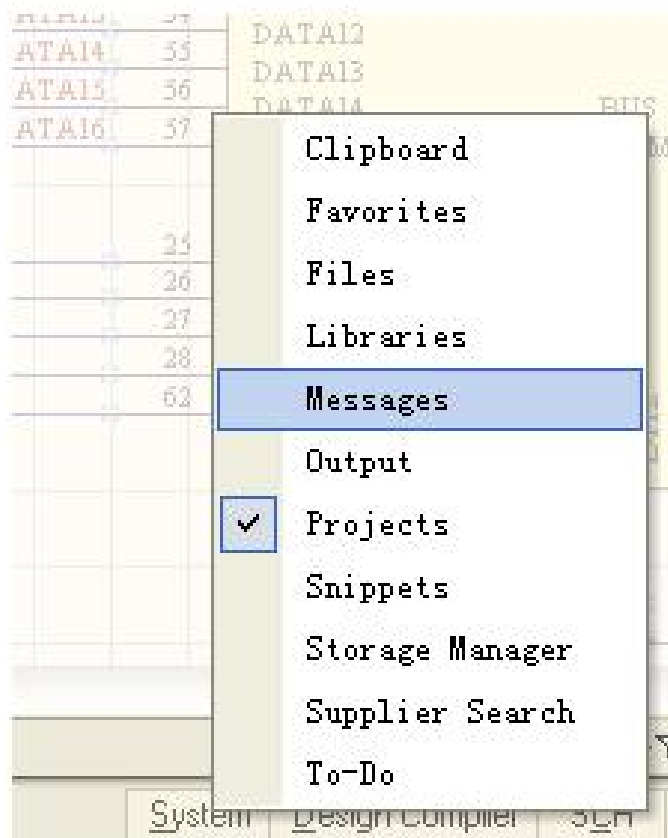

图 3-87 打开 Messages 信息面板
- 1) 由于在上步操作中**Messages**信息面板被关闭，故采用单击工作窗口右下角的**System**系统标签，在弹出的菜单中单击**Messages**信息命令，如图3-87所示。打开**Messages**信息面板后，分析**Error**错误提示：**Duplicate Nets Names wire**原理图中出现了重复的网络，是属于**Violations Associated with Nets** 与网络关联的违例样中的，**Warning**警告提示**Unconnected Lines**原理图中存在未连接的导线，也是属于**Violations Associated with Nets** 与网络关联的违例样中的。